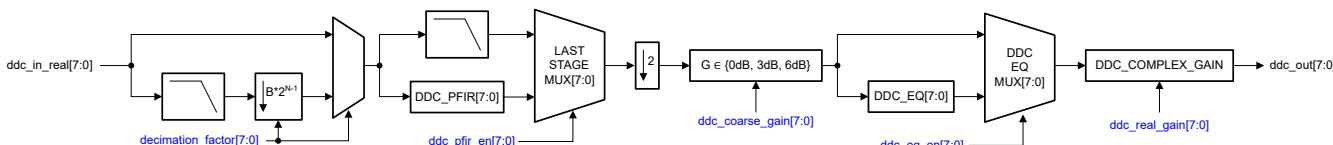

図 7-23. 実数デシメーション信号チェーン (2 の累乗のデシメーション係数 ($B = 1$))
- **実数デシメーション**: 実数入力はローパスフィルタで処理され、フィルタ出力はデシメーション係数 (M) でダウンサンプリング処理されます。このモードでの DDC ブロックの出力は実数信号で、図 7-23 は詳細な DDC チェーンを示しています。